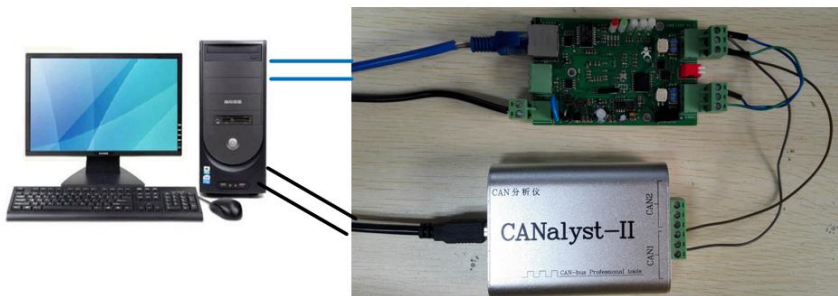

图 4 硬件连接示意图
- 1) 打开测试软件“USR-TCP232-Test.exe”^①，按照图 4 连接好硬件。